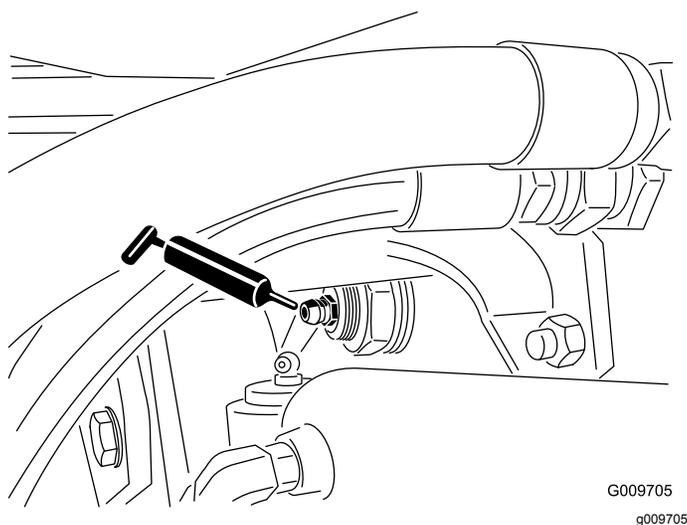

Рисунок 76
- Втулки шарниров заднего моста (2 шт.), как показано на Рисунок 76.